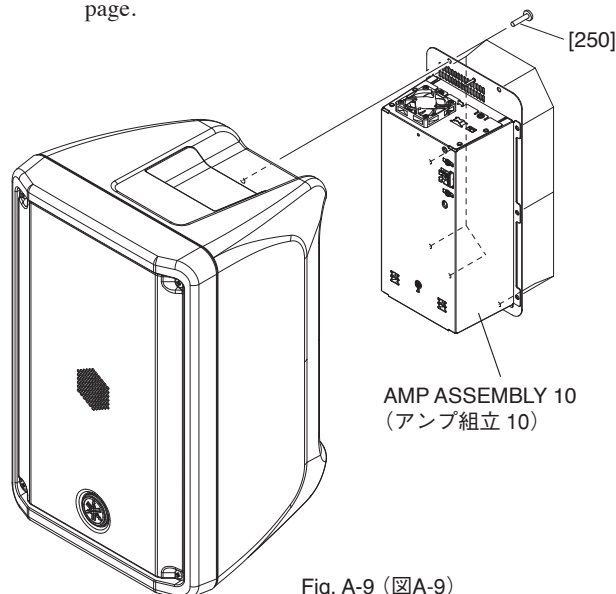
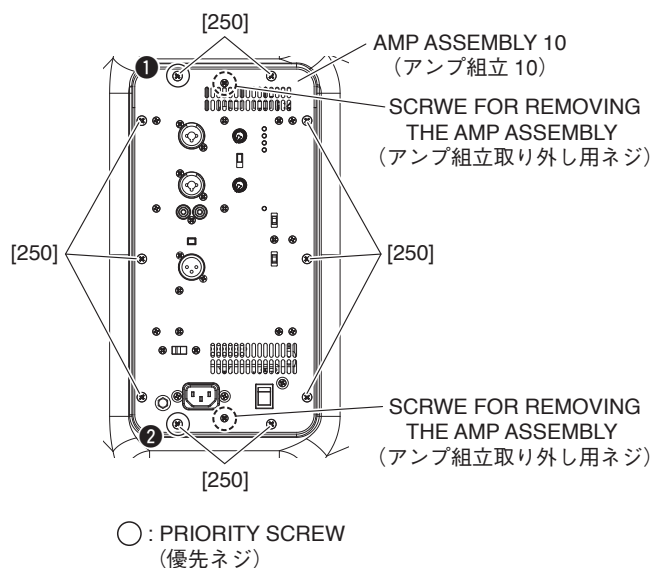

Fig. A-9 (図A-9)
Fig. A-10 (図A-10)
(Fig. A-9, Fig. A-10)
* **When installing the amp assembly 10, first tighten the two (2) priority screws in order as shown in Fig. A-10.**
A-5-2 Loosen the two (2) screws for removing the amp assembly. (Fig. A-10)
* **Loosen only ! Never remove these screws. Tighten these screws when installing the amp assembly 10. (Fig. A-10)**
(Fig. A-10)
A-5-1 [250] のネジ 10 本を外します。(図 A-9、図 A-10)
※ アンプ組立 10 を取り付けるときは、優先ネジ 2 本を図に示す順番で先に締めてください。(図 A-10)
(図 A-10)
※ これらのネジは緩めるだけで、外さないように注意してください。アンプ組立 10 取り付け時には、これらのネジを締めてください。(図 A-10)
A-5-3 アンプ組立取り外し用ネジ 2 箇所を持って、慎重にアンプ組立 10 を外します。(図 A-10)